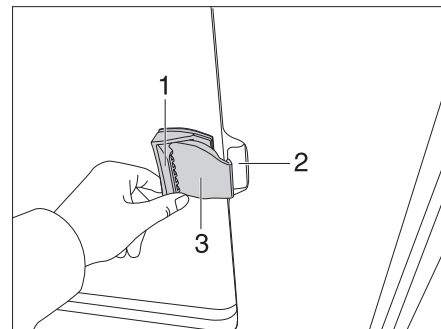

Fig. 62 Fenêtre coulissante sans verrouillage
- Tirer sur le clapet de la poignée (Fig. 62,1) et pousser ou tirer simultanément la poignée vers l'avant.